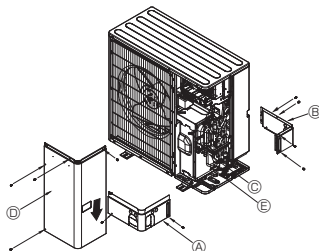

Fig. 5-3
5.3. Potrubí chladicího média (Fig. 5-3)